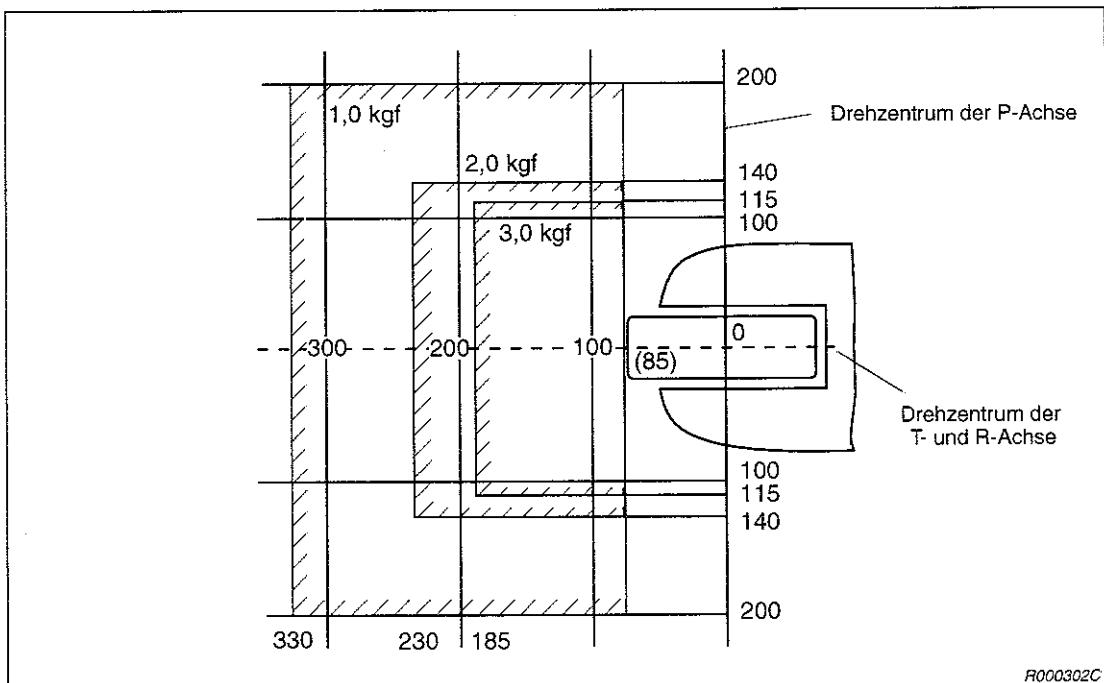

Abb. 6-2: Lastbereiche
- In der Abbildung 6-2 wird die Mittenverteilung der Gravitationskräfte für ein relativ leichtes Greifwerkzeug gezeigt. Dieses Verteilungsdiagramm sollte Ihnen als Grundlage für die Erstellung eigener Greifwerkzeuge dienen.